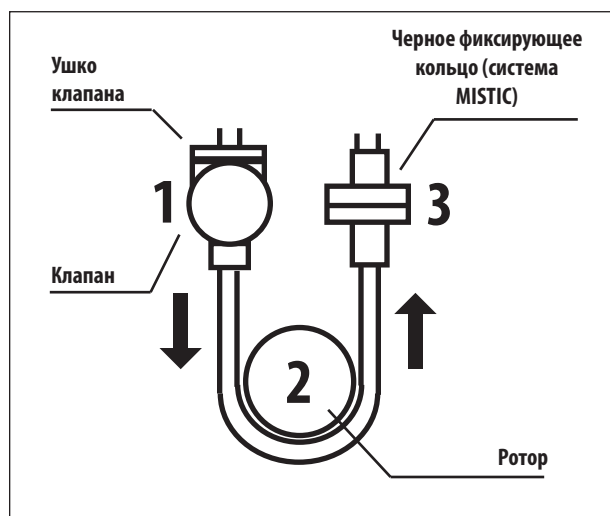

Рис. 4. Установка комплекта для насоса.
3. Порядок загрузки комплекта для насоса (см. рис. 4)
- Вставьте ушко клапана в углубление слева (1).
- Возьмите черное фиксирующее кольцо и аккуратно протяните трубку вокруг ротора (2). Оттяните фиксатор кольца и вставьте его в углубление справа (3).